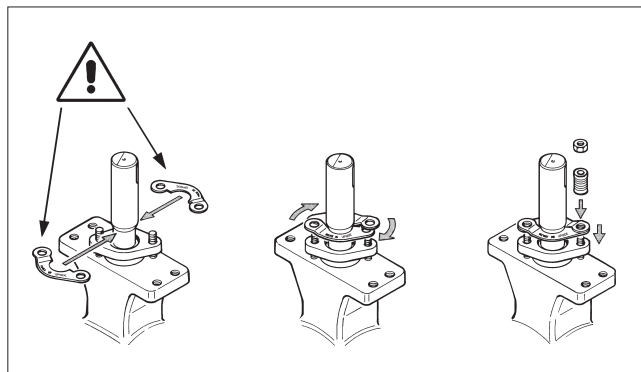

Fig. 10 Montage des fers de retenue
- Détachez les écrous (25) et enlevez les kits de disques (TA-Luft) (43), les fers de retenue (42) et le fouloir (9).
- Retirez les vieilles garnitures (20). Attention à ne pas endommager l'alésage de logement des joints et de l'axe. Il n'est pas nécessaire de remplacer la bague anti-extrusion (17).
- Montez les fers de retenue avec l'inscription UPSIDE sur le dessus (cf. Fig. 10).